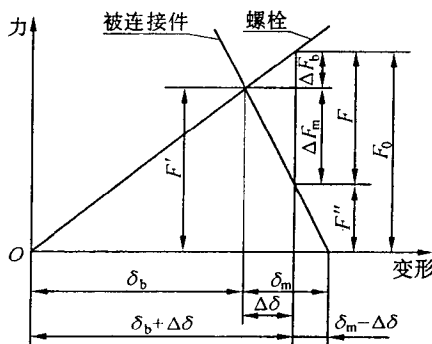

图 2.2 螺栓连接受力-变形图
关键是转变解题思维方式,要由解静定问题转到解静不定问题上来。要从分析螺栓及被连接件的受力-变形关系入手,充分理解变形协调条件,深入掌握螺栓与被连接件的受力-变形关系图(图 2.2),从而得出以下几个重要结论:
(1) 将载荷 F_Σ 向螺栓组连接的接合面形心点 O 简化,得一横向载荷 $F_\Sigma = 12\,000\text{ N}$ 和一旋转力矩 $T = F_\Sigma \cdot l = 12\,000 \times 0.4 = 4\,800\text{ N} \cdot \text{m}$,如例图 2.2 所示。
例图 2.2